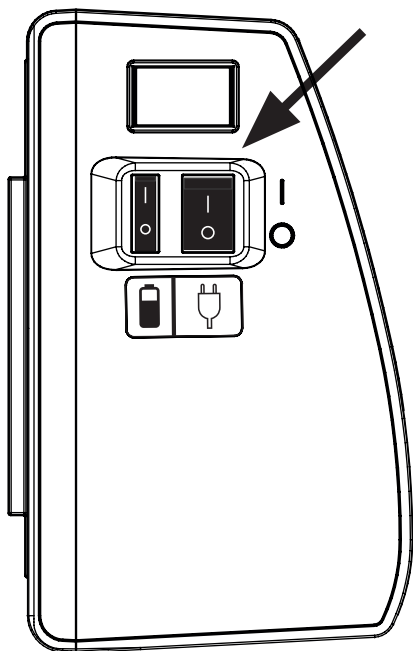

Fig. 16 Slå på SCU
- ❖ Slå på SCU med den större strömbrytaren på sidan av SCU-enheten (se Fig. 16).